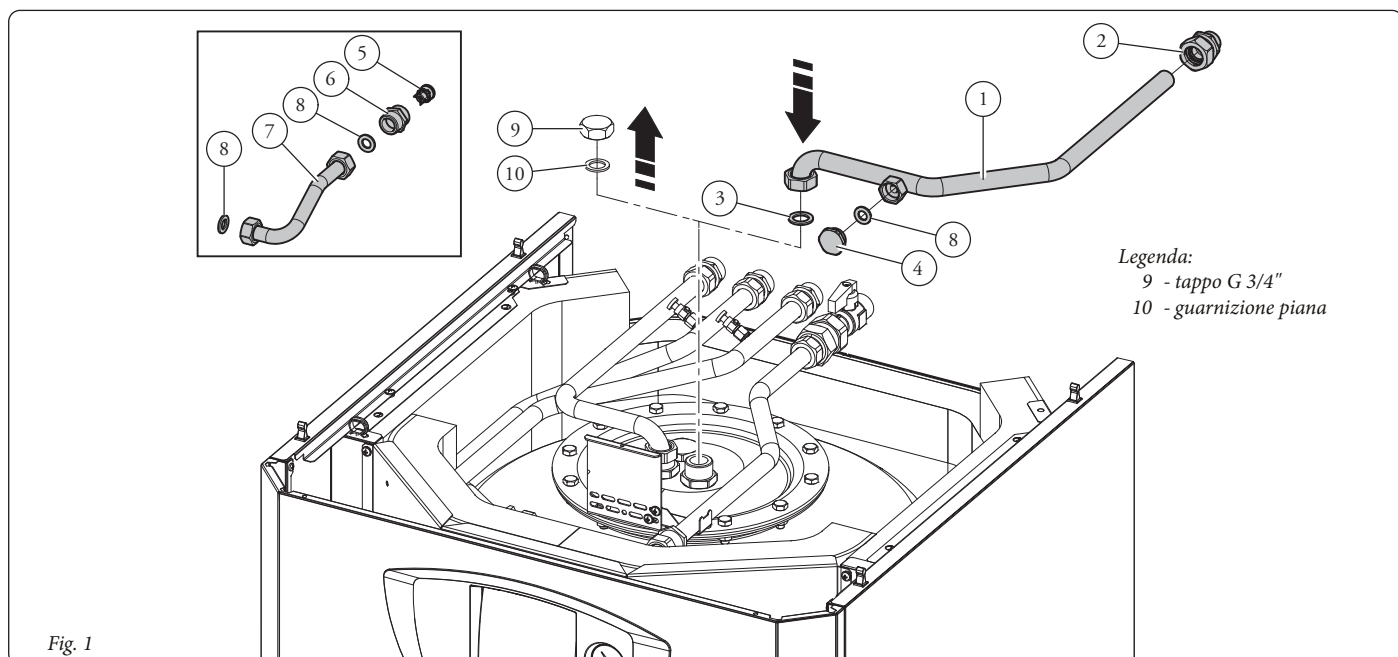

Fig. 1
Montaggio UB Inox 200-2 / Ub Inox 200 V2 (fig. 1).
- Smontare il tappo da 3/4" (9) con relativa guarnizione (10) dal raccordo sonda situato sulla flangia superiore dell'unità bollitore.
- Collegare il tubo ricircolo (1) provvisto di dado al raccordo sonda dell'unità bollitore interponendo la guarnizione piana (3) presente nel kit.
- Avvitare il tappo (4) sul tubo (1) assicurandosi di interporre la guarnizione piana (8).
- Collegare il tubo ricircolo (1) all'impianto di ricircolo sanitario tramite il raccordo a tenuta radiale da 1/2" (2) in dotazione nel kit.
N.B.: i componenti (fig. 1 pos. 5, 6, 7 e 8) in questa installazione non vengono utilizzati.